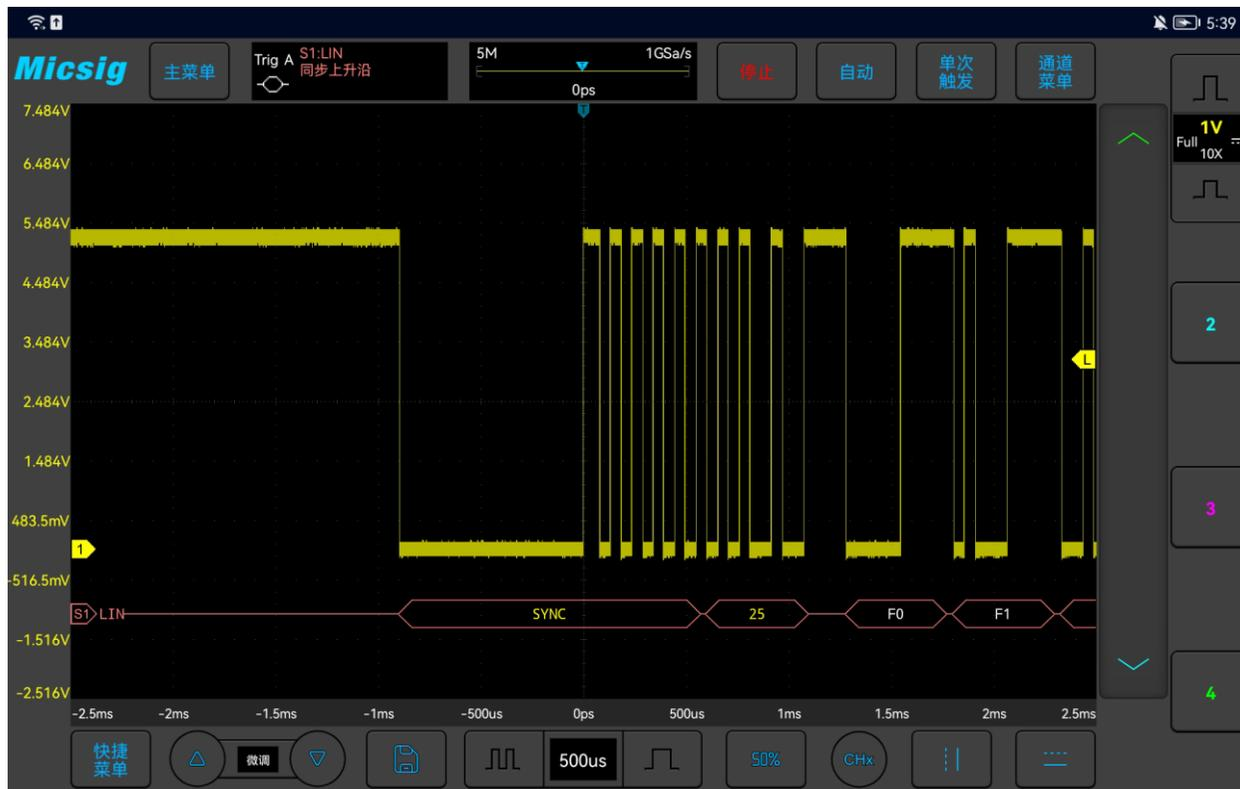

图11-4 LIN 图形界面
- (1) 轻点 S1 打开解码通道，再次点击打开总线配置菜单；
- (2) 选择总线类型为“LIN”，依次点选“Ch1”“空闲高”“19.2kb/s”，然后关闭菜单；
(3) 打开触发方式配置菜单，点选“同步上升沿”；
(4) 点按  配置信息，打开解码通道阈值电平调节框，上下拖动调节框可以调节阈值电平；根据信号的幅值电平调节阈值电平使信号稳定触发。LIN 触发图形界面见图 11-4：